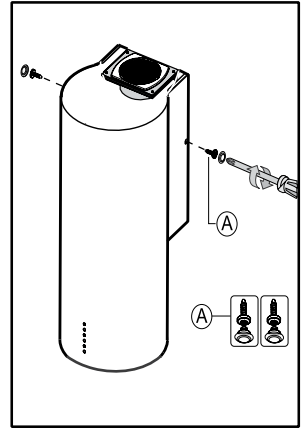
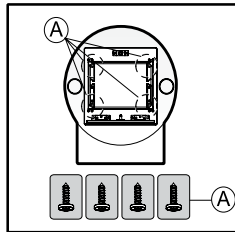

Рис. 18
Рис. 19
10. Соедините корпус вытяжки с каркасом и коробом мотора. Закрутите сначала боковые шурупы **A** (см. рис. 18), а затем шурупы **A** нижней части вытяжки, показанные на рис. 19.